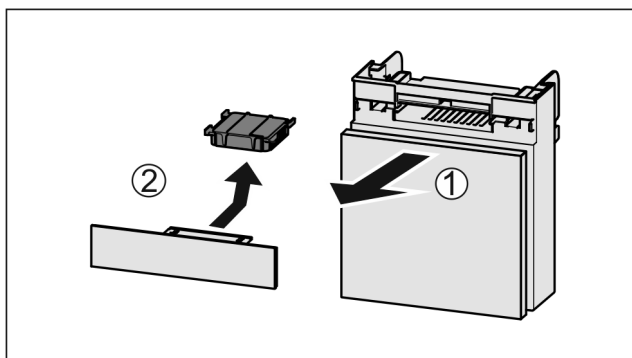

Fig. 157
- ▶ Wyciągnąć Fig. 157 (1) komorę do przodu.
- ▶ Wyjąć Fig. 157 (2) filtr z węglem aktywowanym.